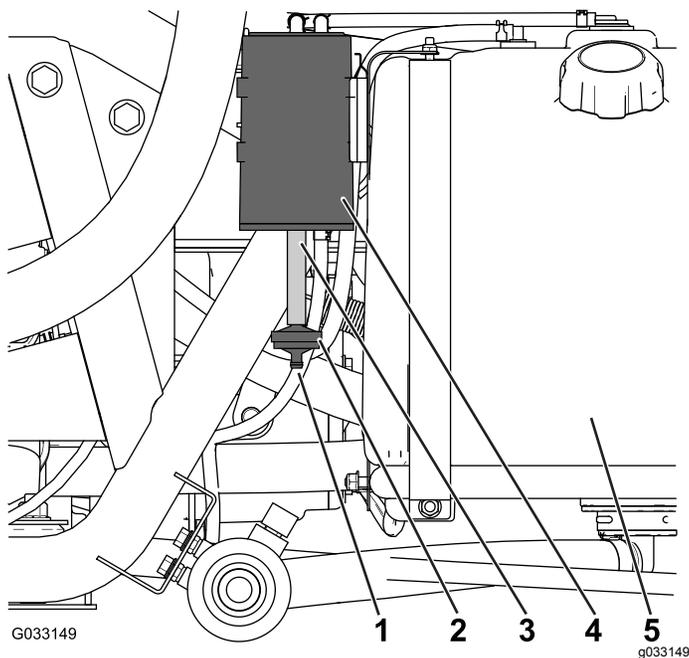

Рисунок 45
Проверьте отверстие в нижней части воздушного фильтра для бачка с активированным углем и убедитесь, что оно чистое и не перекрыто мусором или посторонними предметами (Рисунок 45).
1. Снимите штуцер типа «елочка» фильтра бачка с активированным углем со шланга в нижней части бачка с активированным углем и удалите фильтр (Рисунок 45).